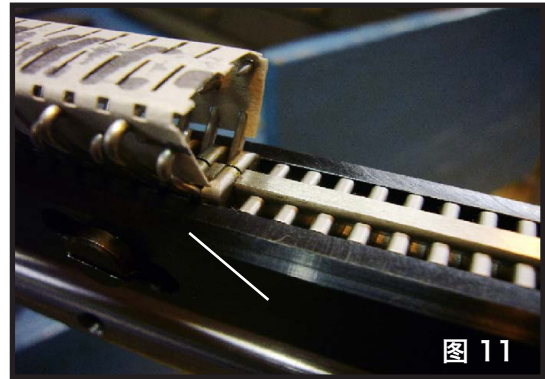

图 11
2. 将量规销插入梳齿。如果使用“D”形销，请将销插入梳齿，平面朝上。（参见图 11）。